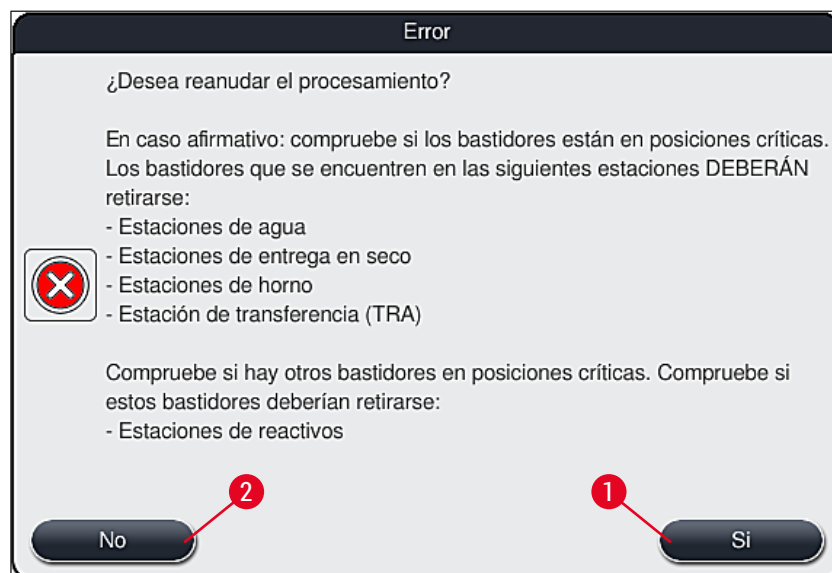

Fig. 110
4. A continuación, el usuario tiene la opción de seleccionar si desea reanudar o no el proceso de tinción (→ P. 140 – 8.2.2 Reanudación del proceso de tinción después de un fallo de alimentación) o cancelarlo (→ P. 141 – 8.2.3 Cancelación de todos los procesos de tinción después de un fallo de alimentación) (→ "Fig. 110").
2. Retire las cestas cruciales del instrumento de acuerdo con el mensaje informativo anterior (→ "Fig. 110") y confirme la extracción pulsando la estación correspondiente (→ "Fig. 111-1") en la pantalla.
La cancelación del proceso de tinción y el retorno al menú anterior de selección (→ "Fig. 110") se pueden deshacer pulsando el botón **Cancelar** (→ "Fig. 112-2").